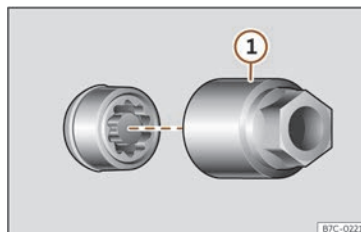

Fig. 33 Caragol antirobatori de la roda amb caputxó i adaptador.
- Encaixeu l'adaptador especial >>> **fig. 33 ①** (eina de bord >>> pàg. 44) en el caragol antirobatori de la roda fins al límit.